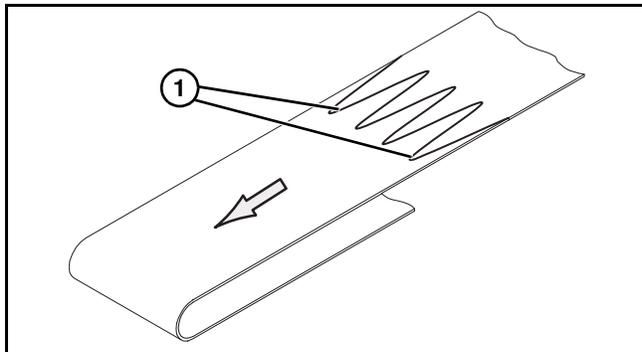

**Figura 49**
*En un transportador del tipo Center drive, la dirección de desplazamiento de la cinta se indica mediante una calcomanía de flecha situada en el lateral del transportador (Figura 48, artículo 1) y (Figura 49, artículo 1).*
- Orienta el transportador de manera que el empalme exterior (**Figura 50, artículo 1**) apunte en la dirección de desplazamiento de la banda tal y como indica la etiqueta (**Figura 49, artículo 1**).